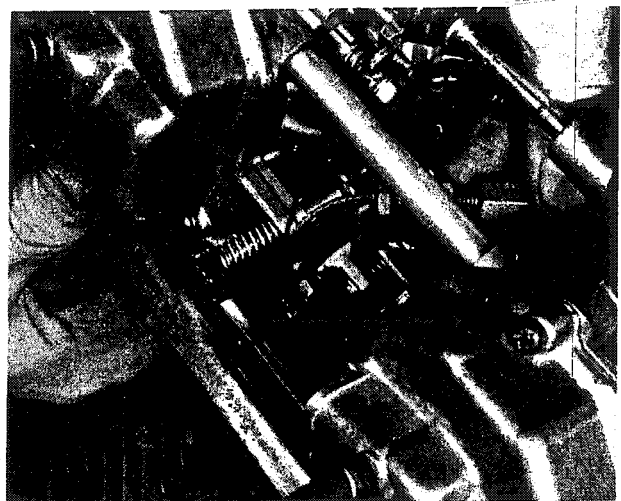

Bild 172
- Nun müssen noch die Bedienungszüge gelöst werden. Den Chokezug am Anschlag der Seilhülle soweit lockern, dass das innere Seil aus dem Chokehebel ausgehängt und der komplette Seilzug vom Vergaser gelöst werden kann. Die Gegenmuttern an den unteren Enden beider Gaszüge lösen und die Einstellschrauben einschrauben, um die Züge zu lockern. Die Drosselklappen durch Drehen der Seilscheibe öffnen und das hintere Seil (Öffnungsseil) aus der Scheibe aushängen (Bild 172). Die Drosselklappe schliessen und das andere Seil (Schliessseil) aushängen.